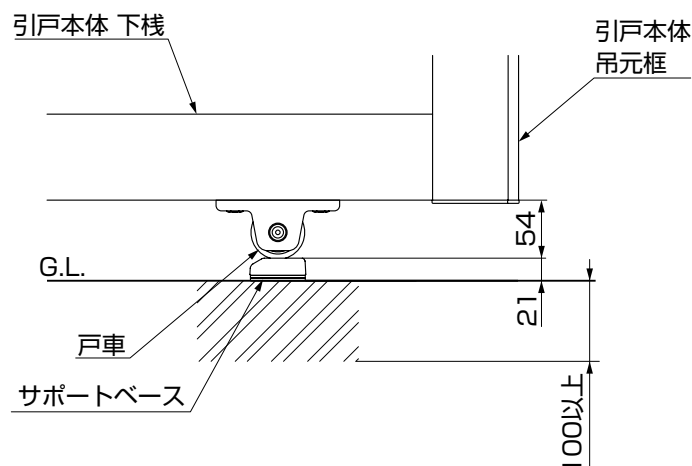

図23-1 サポートベース施工位置
- ①引戸本体を全開にし、戸車の中心に合わせてサポートベースの施工位置を決めてください。（図23-1参照）